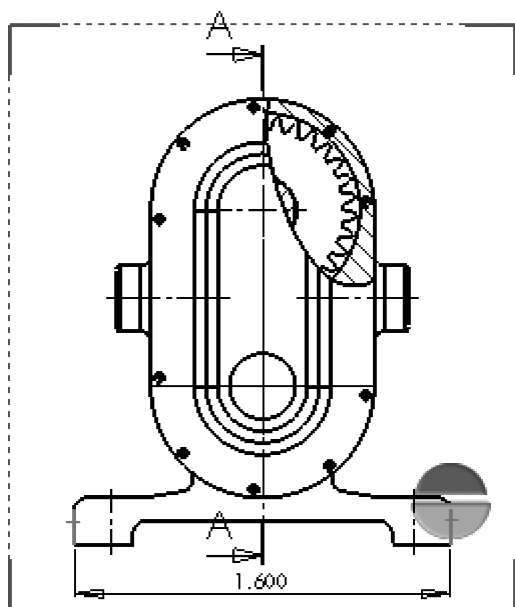

图 13-47 手工标注
1) 单击 CommandManager 工具栏的【注解】选项卡，单击  按钮。单击要标注图线，类似实体模型标注，同样手工为工程图标注，如图 13-47 所示。